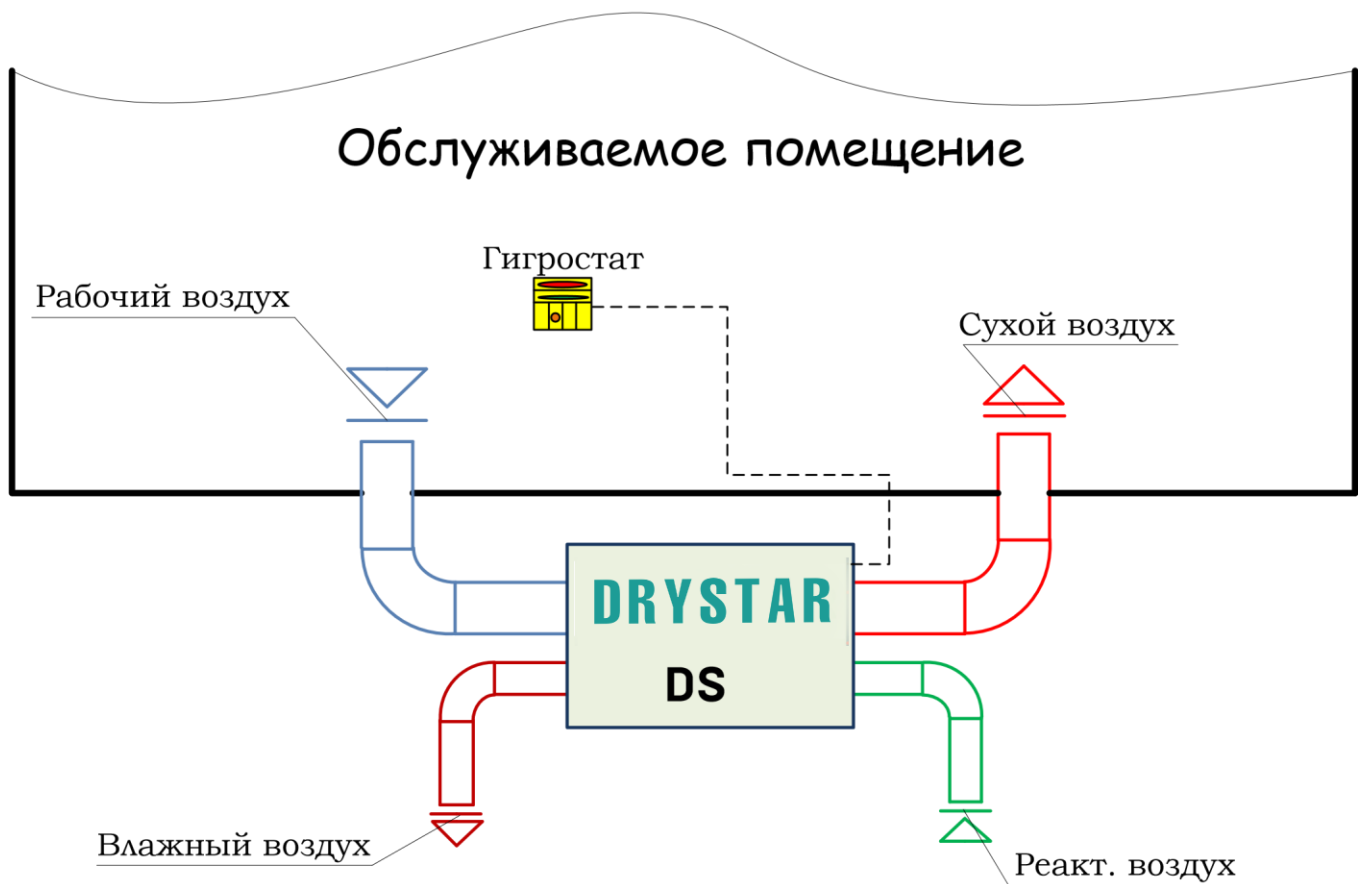

Рисунок 4.2 – Работа осушителя по «закрытой» схеме (наружное исполнение)
- ✓ работа осушителя по «закрытой» схеме (наружное исполнение) – см. рисунок 4.2;